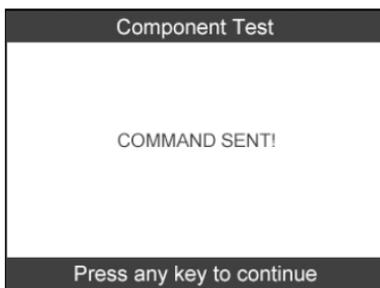

Figura 6.25
- 3) Se il test è già stato avviato dal veicolo, sulla schermata apparirà un messaggio di conferma. (Figura 6.25)